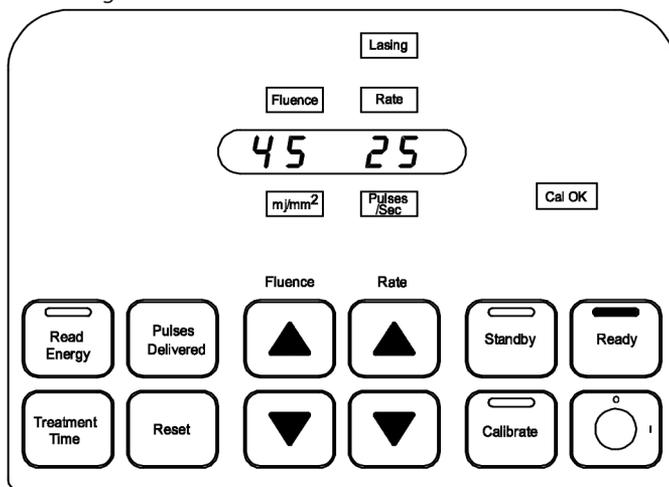

Figure 10
- L'appui sur la pédale provoque l'allumage du témoin rouge **Lasing** (Effet laser) et du témoin d'état rouge au sommet du tableau de commande. (Figure 10)